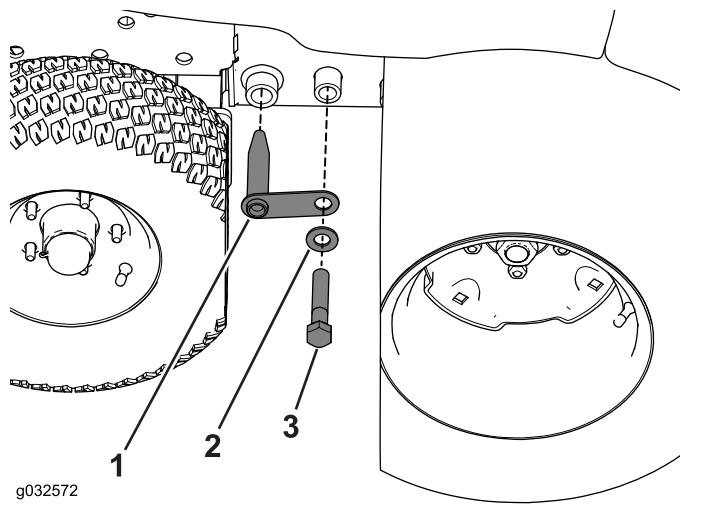

Figure 69
4. Fixez le cadre d'hiver au cadre de la machine à l'aide de la barre d'accouplement, du boulon (3/4 x 4 po) et de la rondelle (**Figure 69**).